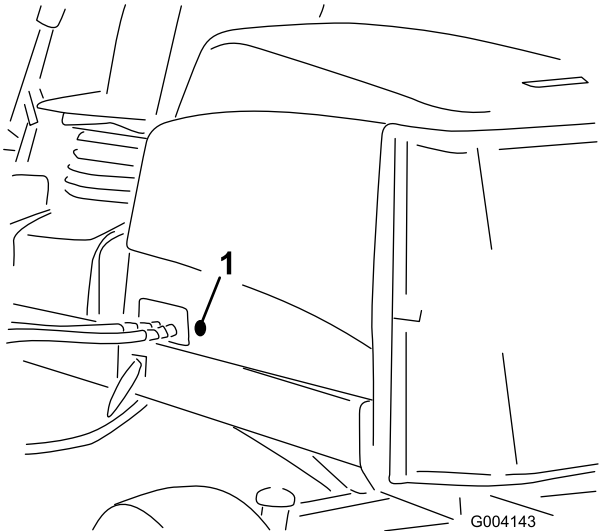

Рисунок 18
2. Извлеките резиновую втулку из отверстия с левой стороны капота (Рисунок 18).